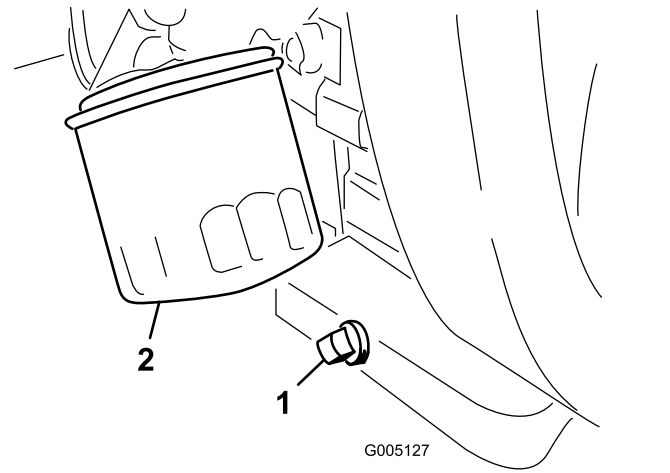

Figura 39
- Retire o tampão de escoamento (Figura 39) e deixe o óleo escorrer para um recipiente adequado. Quando o óleo parar, volte a montar o tampão de escoamento.
- Retire o filtro do óleo (Figura 39).